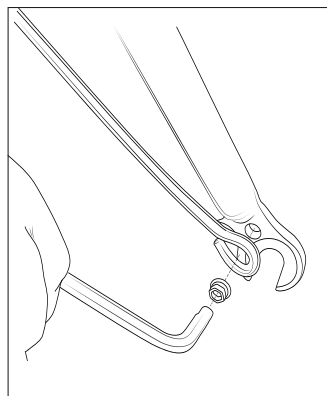

Fig. 11
3. Positionnez les renforts du garde-boue sur les trous de montage des pattes de la fourche. Vous pouvez les comprimer vers l'intérieur car ces renforts sont conçus pour être souples. Enfilez partiellement la vis dans le trou d'extrémité du renfort d'aile et dans la patte de fourche – répétez l'opération pour l'autre côté. Lorsque les deux renforts sont partiellement fixés, serrez les vis de renfort pour terminer l'installation (**Fig. 11**).